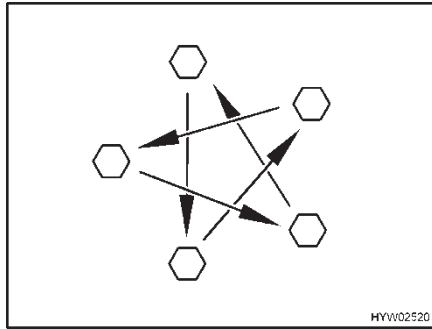

Fig. 196 Serrare a croce i dadi o i bulloni delle ruote
- Controllare regolarmente il serraggio dei dadi o dei bulloni. Regolare il serraggio dei dadi delle ruote o dei bulloni delle ruote di una ruota sostituita dopo circa 50 km (Fig. 196).
- Se si utilizzano cerchi nuovi o riverniciati, regolare il serraggio dei bulloni o dei dadi dopo altri 1000 - 5000 km (Fig. 196).
- ▷ Serrare a croce i dadi o i bulloni delle ruote (Fig. 196).